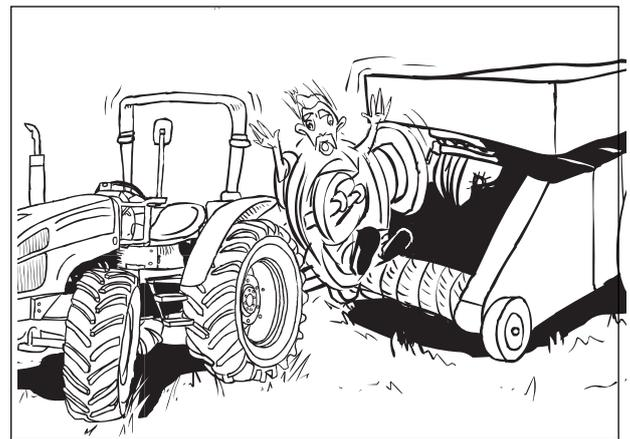

Fig.2-33
- Antes de ligar, desligar, limpar ou afinar as alfaias atreladas na TDF, desengate a TDF, pare o motor, remova a chave de ignição e assegure-se de que o veio da TDF esteja bloqueado (Fig.2-33).